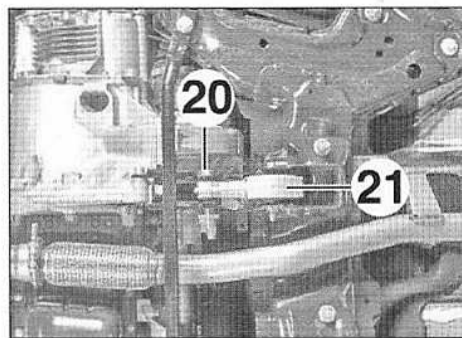

FIG.147
- Déposer la vis (20) de la biellette anticouple (21) (Fig.147).